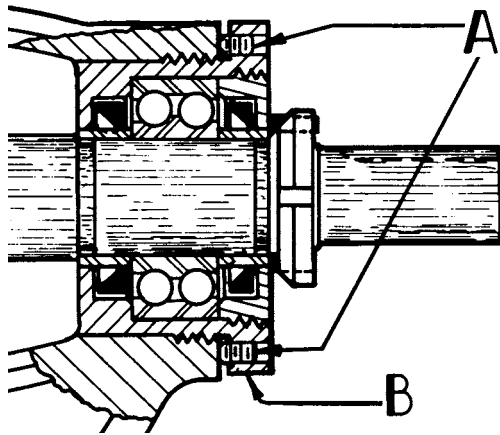

FIGURA 5
8. Allentare le due viti di fermo assiali sulla flangia dell'alloggiamento del cuscinetto e rimuovere l'alloggiamento dal supporto. Esaminare le chiusure nel coperchio laterale e nell'alloggiamento del cuscinetto e sostituirle con le labbra di fronte come mostrato in **figura 5**, se non sono in condizioni più che ottime.